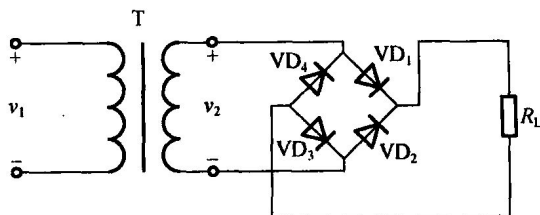

图 1-2
(2) 桥式单相全波整流电路。如图 1-2 所示, 桥式单相全波整流电路是由 4 只接成桥式的整流二极管 $VD_1 \sim VD_4$ 、电源变压器 T 和负载 R_L 组成。